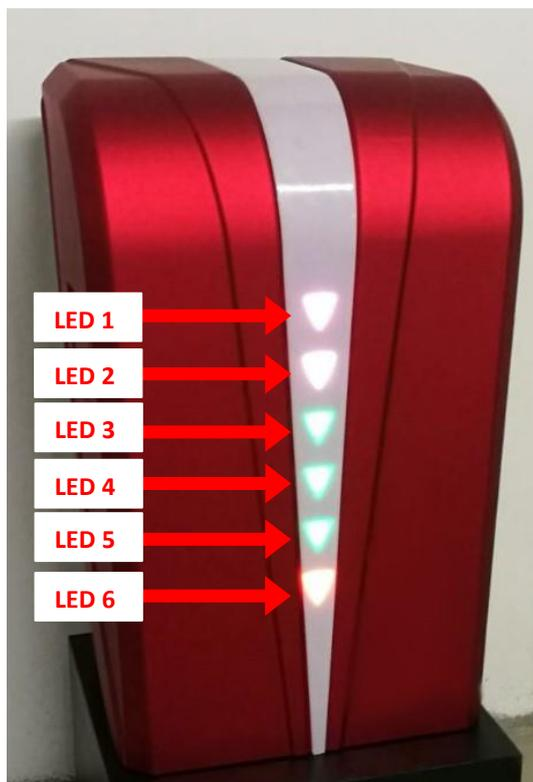

Figura 35 - Led ZON.E
- N. 5 (Figura 35) indicano la quantità di energia immagazzinata in batteria:
- N.1 led (Figura 35) che indica gli stati di funzionamento: